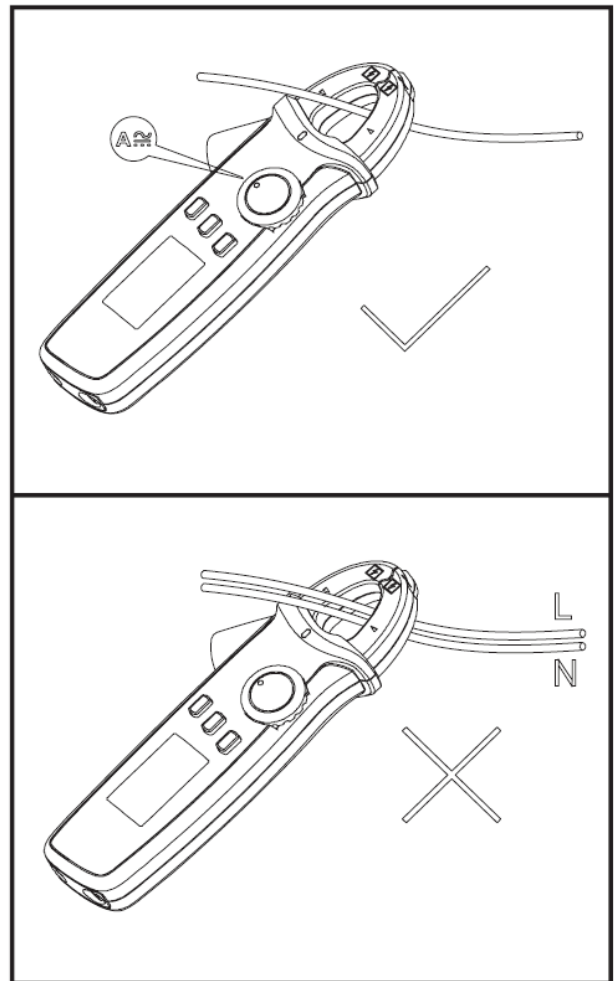
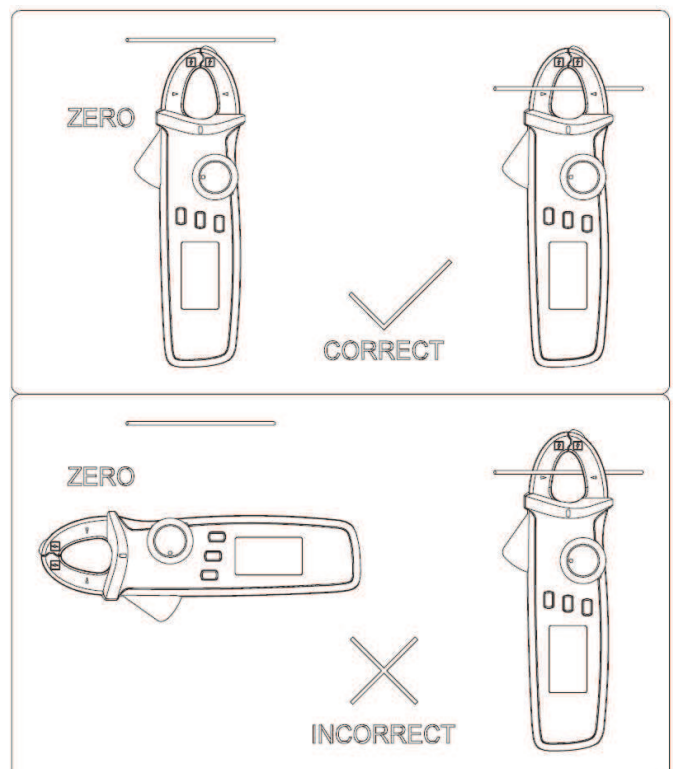

Рис.5
Рис.6
**8.3. Измерение постоянного и переменного тока (рис. 5 и рис.6)**